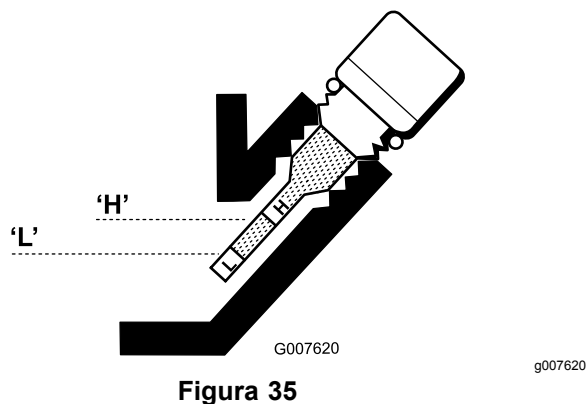

Figura 35
4. Tergete l'asta indicatrice del livello dell'olio ed inseritela nel foro di riempimento. Non avvitate l'asta nel foro. Rimuovetela e controllate il livello dell'olio. Se il livello è basso, rabboccate soltanto fino a raggiungere la posizione intermedia tra H e L sull'asta di livello (Figura 35). Controllate il livello dell'olio. Non riempite troppo.